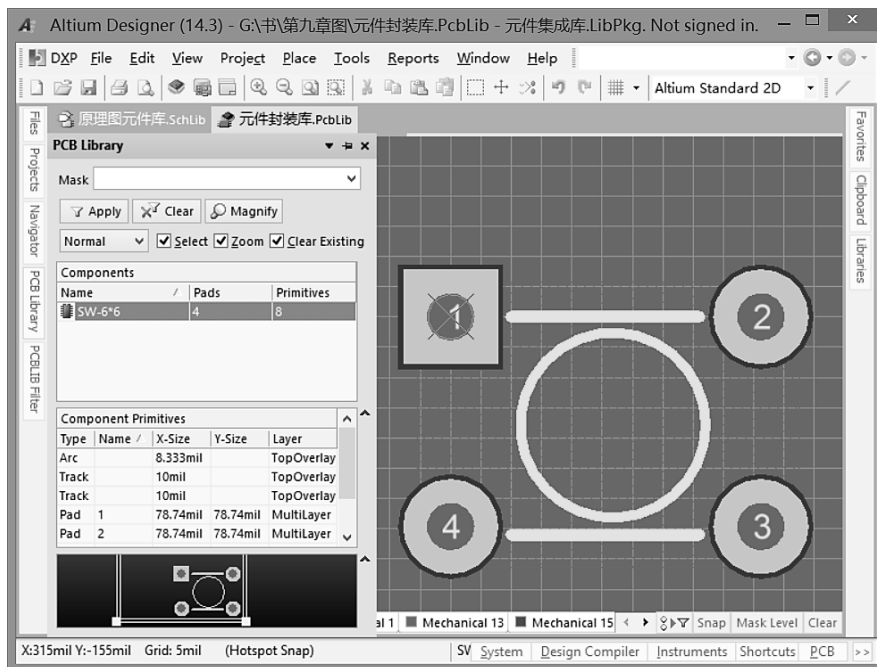

图 9-7-14 带 3D 模型的 SW-6*6 封装
② 在编辑界面中，按照元器件封装制作要求绘制一个 6×6 轻触按键，加载其 3D 模型，将该封装命名为 SW-6*6。如图 9-7-14 所示。